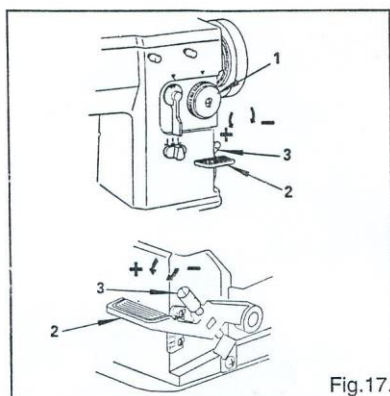

Fig.17.
13. Регулировка длины стежка (Рис. 17)